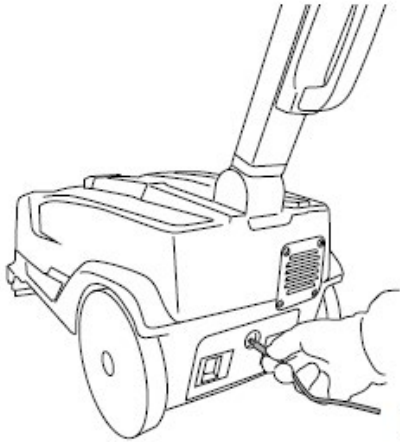

Fig. 13
- Insérer la fiche jack du chargeur de batterie dans la prise placée sur la machine (Fig. 13).